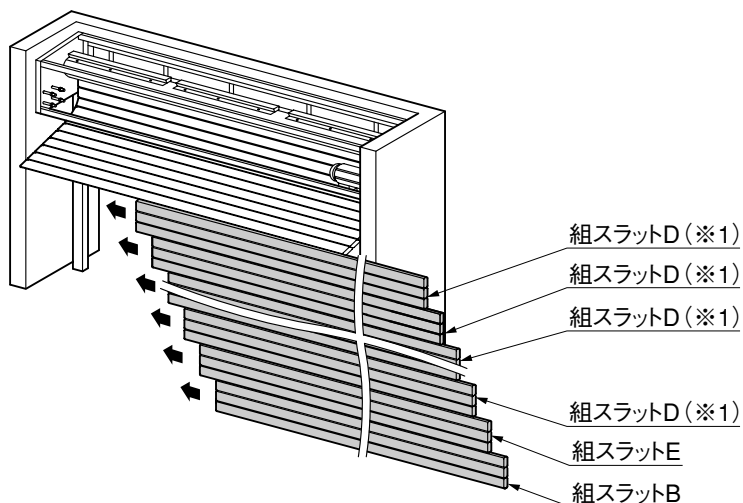

図7-1
- ⑥ アルミスラット端部とブラケットのすき間が左右均等になるように調整後、「吊元固定ボルト」を締めこんでください。(図7-1参照)